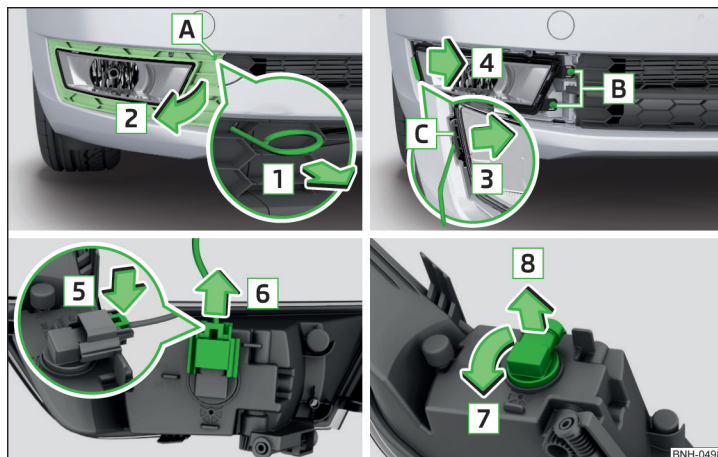

Abb. 195 Nebelscheinwerfer herausnehmen / Glühlampe wechseln
- › In die Öffnung **A** » Abb. 195 den Bügel zum Abziehen der Radvollblenden einführen.
- › Durch Ziehen am Haken in Pfeilrichtung **1** das Schutzgitter in Pfeilrichtung **2** abnehmen » Abb. 195.
- › Den Nebelscheinwerfer entgegen der Pfeilrichtung **4** » Abb. 195 einsetzen und festschrauben.